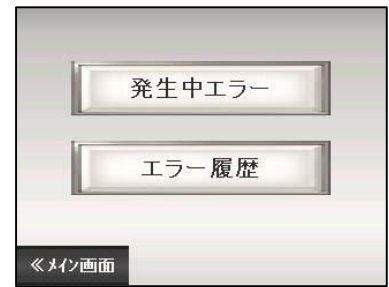

図 7-32
- ・メイン画面の「エラー」スイッチを押すと、エラーメニュー画面に切り替ります。(図 7-32)